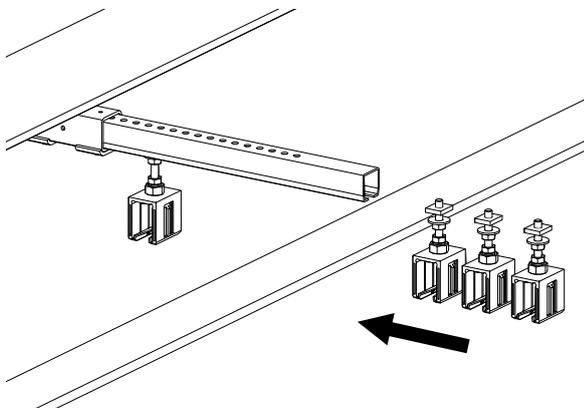

Fig. 53 : Pousser les griffes de suspension suivants dans le bras support.
- Pousser la griffe de suspension suivant dans le bras support/rail en C (voir Fig. 53).